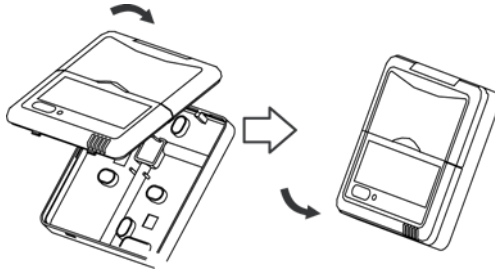

Fig. 3-10
- Después de ajustar la carcasa superior y colocar la carcasa inferior, evitar ajustar el cableado durante la instalación. (Fig. 3-10)